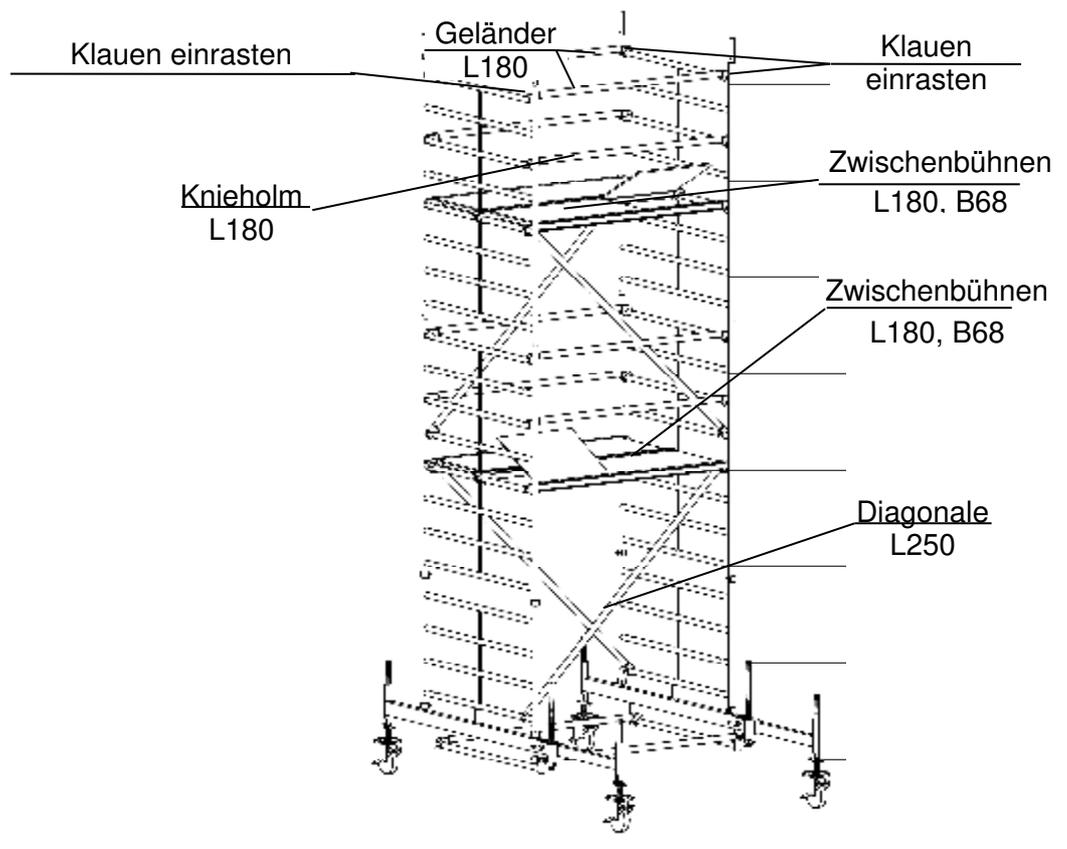

Bild 11: Zwischenbühne Standhöhe 4.45 m
- Zum Seitenschutz der Zwischenbühne (Bild 11) siehe Beschreibung zu Bild 10.
- Oberhalb der Zwischenbühne die nächsten Aufsetzleitern und Vertikaldiagonalen wie bereits zuvor beschrieben und in Bild 11 dargestellt montieren.